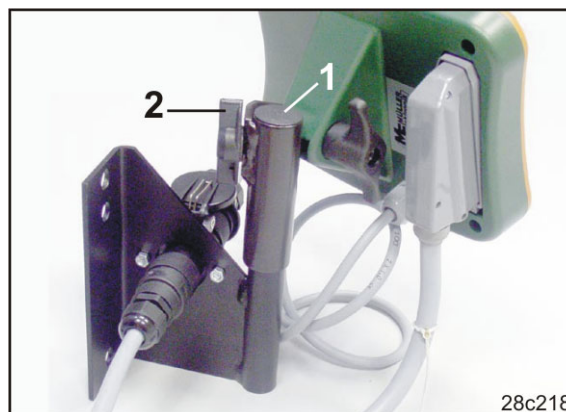

Рис. 18
1. Наденьте сопряженную деталь (Рис. 18/1) на консоль и зажмите ее барашковым винтом (Рис. 18/2).